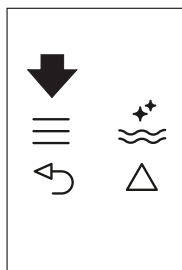
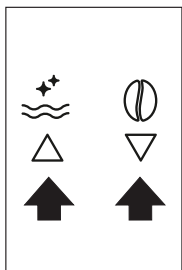

Рис. 22
Рис. 9
- ▶ Нажмите значок (B2), чтобы войти в меню (рис. 22) или нажмите значки (B7) и (B8) (рис. 9) пока на дисплее не появится сообщение PROGRAM HOT WATER (ПРОГРАММИРОВАНИЕ, ГОРЯЧАЯ ВОДА).